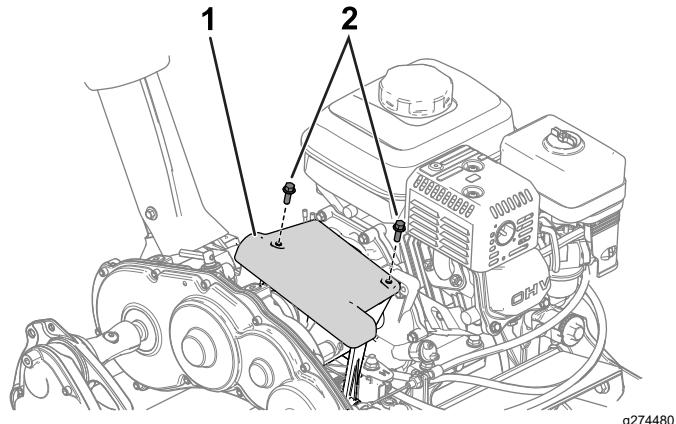

Рисунок 33
1. Обеспечьте доступ к фрикционному диску и прижимной пластине, сняв крышку фрикциона (Рисунок 33).